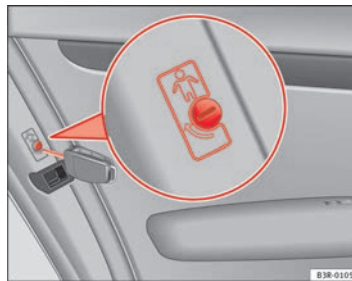

Abb. 77 Kindersicherung der hinteren Türen
- Drehen Sie den Schlüssel in Pfeilrichtung ⇒ Seite 108, Abb. 77.